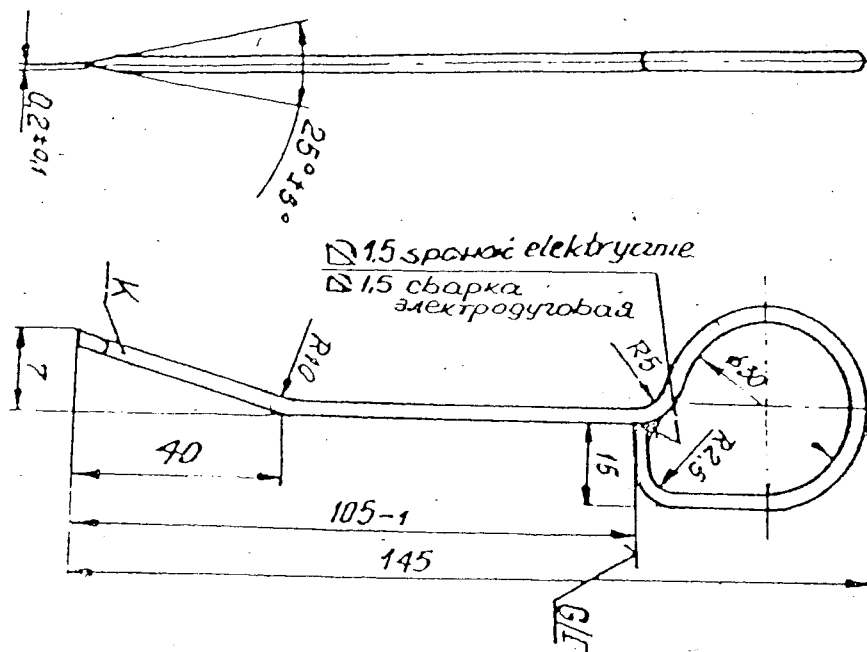
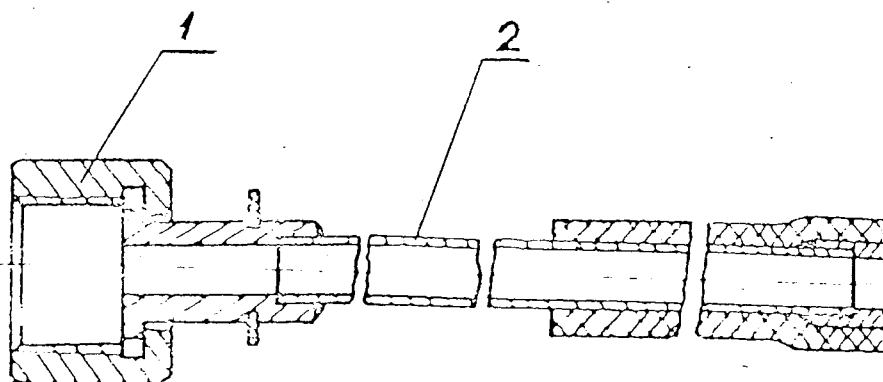
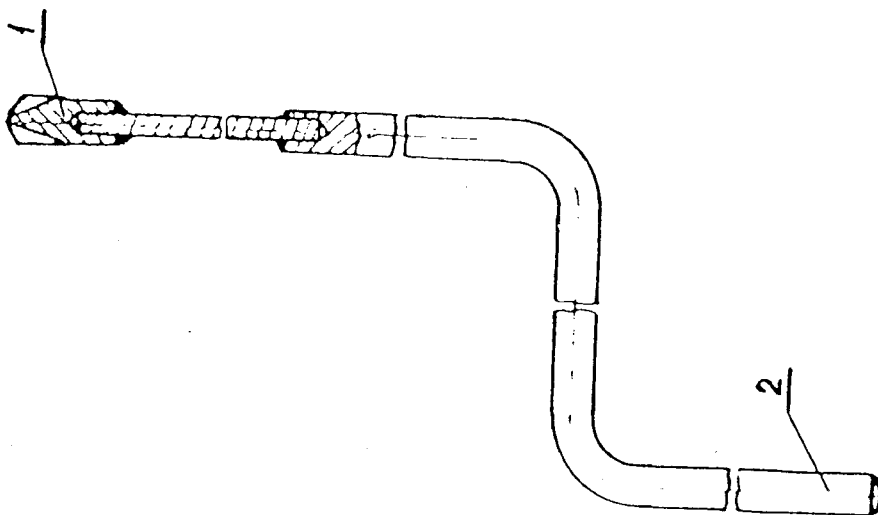

Рис. 6.26. Приспособление для очистки канала сублирования гнезда III опоры I6.08.0172.
Рис. 6.27. Направляющий кожух UMR-288R
Рис. 6.28. Вороток UMR-888R-1
- И9.6. В открытый штуцер (суфлирования полости III опоры) вставить приспособление для очистки канала суфлирования И6.08.0172 (рис. 6.26) таким образом, чтобы его изогнутый конец "К" был направлен в сторону компрессора двигателя. Для прочистки необходимо поворачивать приспособление И6.08.0172 влево и вправо на небольшой угол $10-20^{\circ}$ при одновременном нажатии до упора. В случае полной закупорки канала в сопловом аппарате рекомендуется делать возвратно - поступательные движения с одновременным поворотом приспособления влево и вправо. О прочистке канала суфлирования свидетельствует то, что приспособление своей поверхностью "Г" (рис. 6.26) достигнет (будет касаться) торца штуцера суфлирования. После предварительной прочистки приспособлением И6.08.0172, произвести окончательную прочистку канала воротком УМР-888Р-1 (рис. 6.28) для чего:
- навернуть гайку I (рис.6.27) приспособления УМР-888Р на штуцер соплового аппарата;
- вставить вороток (рис.6.28) сверлом I в приспособление УМР-888Р (рис.6.27) и вращая за рукоятку 2 (рис.6.28) довести сверло до упора.